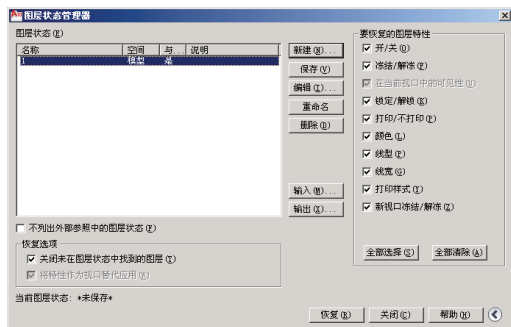

图 1-75 “图层状态管理器”对话框
② 组过滤器：组过滤器可以将图层进行分组管理。在某一时刻，只有一个组是活动的。不同组中的图层名称可以相同，不会相互冲突。
③ 图层状态管理器：包括保存、恢复等管理图层状态的功能，如图 1-75 所示。